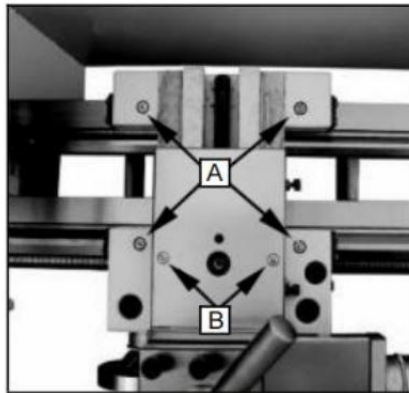

Fig. 36
2. Allentare la vite zigrinata (B, Fig.36) e aprire il binario di raccordo dita. (c, Fig.31) fino a quando il supporto fisso può essere spostato con il suo dito attorno al pezzo in lavorazione . sicuro IL costante riposo In posizione .
Lubrificare Quattro olii Porte (A, Fig. 36) con macchina da 20w o io una volta quotidianamente.